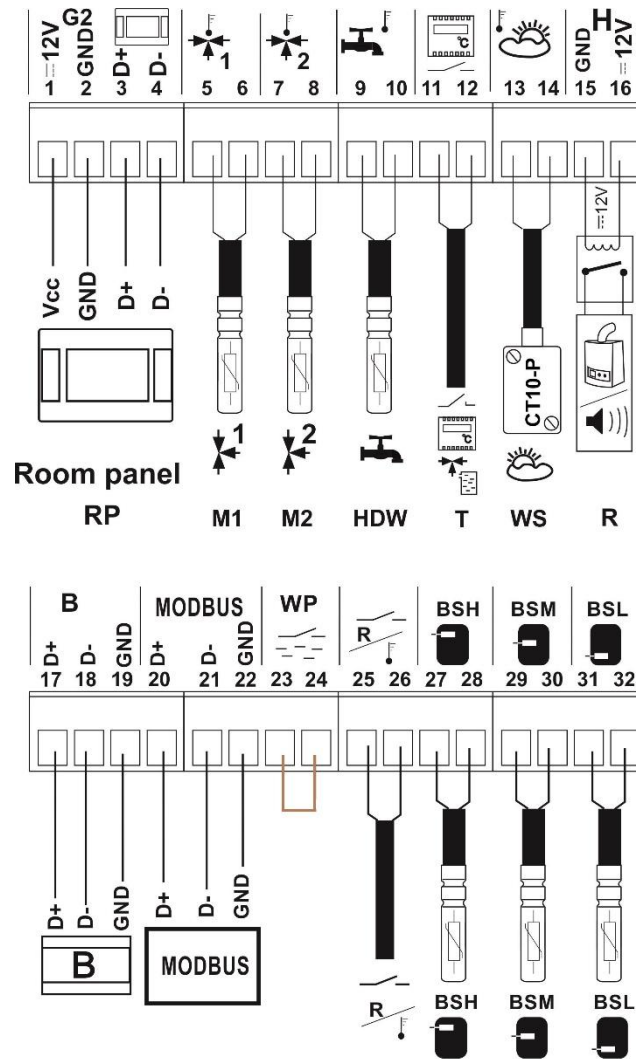

Abbildung 19: Verdrahtungsschema der Sensoren und des Raumbediengeräts
Der Sensor wird über ein Kabel mit einem Mindestquerschnitt von 0,5 mm² und einer maximalen Länge von 25 m angeschlossen. Die Polarität der Drähte ist nicht wichtig. Schließen Sie das freie Ende des Kabels an die Klemmen 13-14 (siehe Abbildung 19) an der linken Wand des Steuergehäuses an.
- den MIX-Temperatursensor an der linken Wand des Steuerschranks anschließen (siehe Abbildung 19)
Schließen Sie den Thermostat an die Klemmen 11-12 (Abbildung 19) an der linken Wand des Reglerschranks an. Nach der Installation muss der Raumthermostat im Menü für die Steuerung der gemischten Heizkreise aktiviert werden: